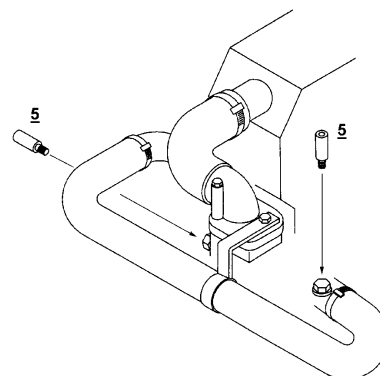

Fig. 2.1
2.2.1 COOLING CIRCUIT (Fig. 2.1)